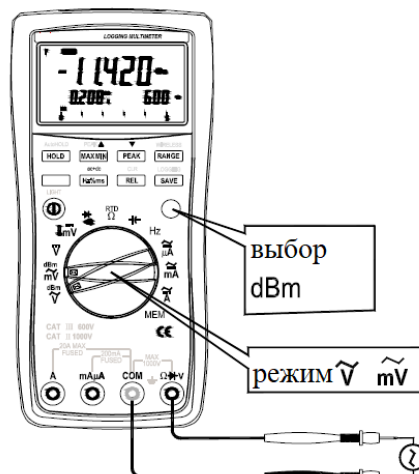

Рис. 13 Режим измерения уровня перем. сигнала (dBm)
2. Нажать **синюю клавишу**, чтобы выбрать функцию измерения **dBm**/ дБм. На главном экране отображается значение уровня сигнала в дБм, на первом вспомогательном экране (ниже) - переменное напряжение, а на втором вспомогательном экране – значение входного импеданса (**рис.13**).